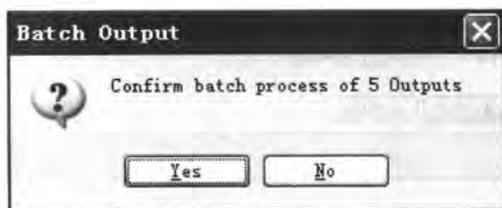

图 6-23 【Batch Output】对话框
- [2] 系统弹出如图 6-23 所示的【Batch Output】确认对话框。该对话框提示用户当前有 5 个批处理输出作业。